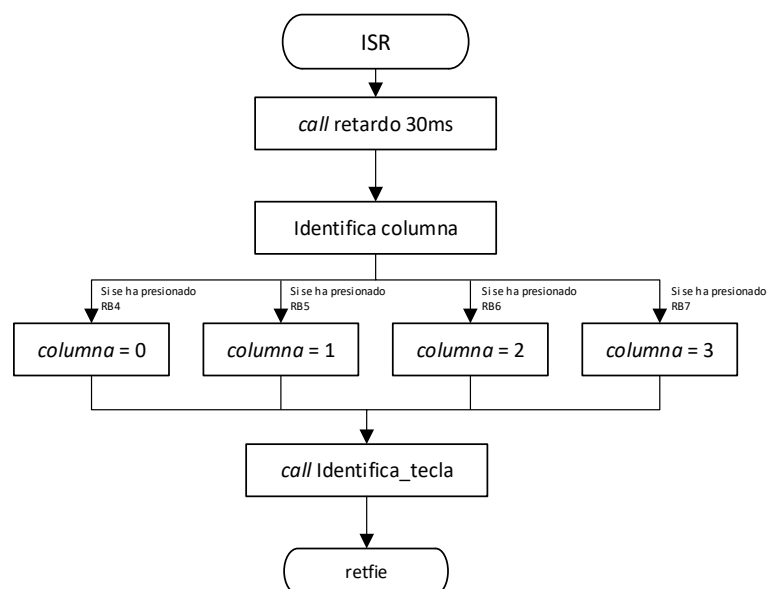
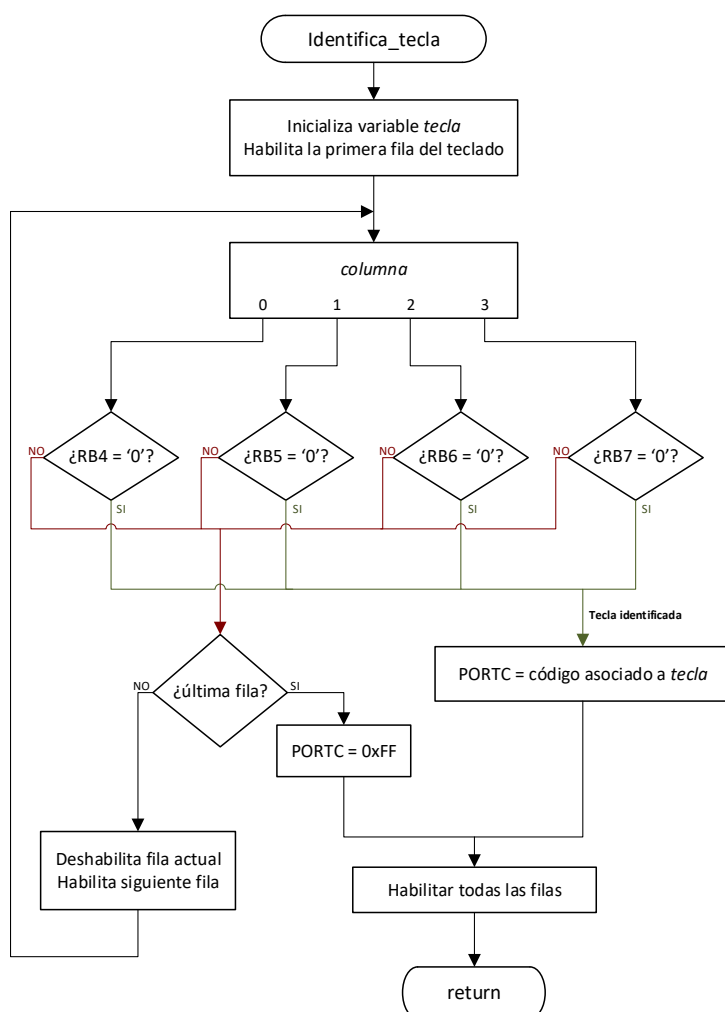

Figura 1. Flujograma de la rutina de atención a la interrupción RBIF.
Figura 2. Flujograma de la rutina `Identifica_tecla`.
En la rutina de atención a la interrupción debe, en primer lugar, identificarse el pin en el que ha ocurrido la interrupción. Esto permite reducir la búsqueda de la tecla pulsada únicamente a la columna conectada a ese pin. Además, debe comprobarse el estado del pin que ha cambiado, dado que la funcionalidad requerida considera que el código se introduce al presionar las teclas y no al soltarlas. Por ejemplo, si la interrupción RBIF ha ocurrido debido a un cambio de '1' a '0' en el pin RB5, esto conlleva que se ha pulsado una tecla y que está sólo puede ser la 2, la 5, la 8 o la 0, que son las situadas en la columna C1 del teclado. Esta idea se representa en el flujograma de la Figura 1. En él, *Identifica columna* hace referencia a la comprobación del pin en el que ha ocurrido la interrupción RBIF.
Una vez determinada la columna del teclado en la que se ha pulsado una tecla, hay que identificar cuál ha sido. Para ello, se propone utilizar una rutina denominada *identifica_tecla* que se describe a continuación. Para saber en esta rutina cuál es la columna en la que se encuentra la tecla pulsada, se recomienda, como indica el flujograma de la Figura 1, utilizar una variable que identifique la columna asociada con el pin en el que se ha producido la interrupción.
El flujograma de la Figura 1 muestra también que, para evitar un funcionamiento incorrecto debido al efecto rebote de las teclas, se recomienda ejecutar un bucle de retardo¹ de 30 milisegundos al entrar en la rutina de atención a la interrupción de RBIF.
El procedimiento que se propone para detectar la tecla en la rutina `identifica_tecla` se muestra en el flujograma de la Figura 2 y se describe a continuación:
pin ya no tenga valor '0' porque la tecla ya no está presionada. Para asegurar que el proceso termina incluso en este caso, debe implementarse un mecanismo para determinar cuándo se ha llegado a la última fila; si estando habilitada la última fila el pin cuyo cambio de estado produjo la interrupción RBIF no vale '0', el proceso terminará asignando, como muestra el flujograma de la Figura 2, un valor al puerto PORTC.
Como indica el flujograma de la Figura 1, la rutina `identifica_tecla` es la misma para todas las columnas. Para saber, en la ejecución de esta rutina, de qué pin debe comprobarse el valor, se utiliza la variable `columna`. A esta variable se le asigna un valor asociado al pin en el que se ha producido el cambio a '0' que ha dado lugar a la interrupción RBIF, como se muestra en la Figura 1. Posteriormente, el valor de esta variable se utiliza en `identifica_tecla` para determinar de qué pin debe evaluarse el estado. La selección entre las múltiples (4) opciones del valor de `columna` puede implementarse modificando el valor del contador de programa para hacer que se ejecute la instrucción que salte (*goto*) a la parte del programa donde se realiza la comprobación del pin. Sea cual sea el resultado de ésta, el resto del procedimiento es común a todas las columnas, como muestra la Figura 2. El valor del contador de programa es modificable por medio de los registros PCL y PCLATH del microcontrolador.
Una vez identificada la tecla, debe asignarse al puerto PORTC el valor del código ASCII de la tecla pulsada. Éste es el *código asociado* indicado en el flujograma de la Figura 2. Si, por ejemplo, se pulsa la tecla 0, el PORTC tomará el valor del código ASCII '0' (0x30, b'00110000'); si se pulsa la tecla A, el puerto PORTC tomará el valor del código ASCII 'A' (0x41, b'01000001'). Para implementar esto, se recomienda utilizar una variable, denominada *tecla* en el flujograma, que tome un valor para cada una de las teclas del teclado. El valor de *tecla* puede utilizarse para acceder al valor del código ASCII correspondiente. El valor de *tecla* se determina en la rutina `identifica_tecla` en función de la columna y la fila de la tecla pulsada.